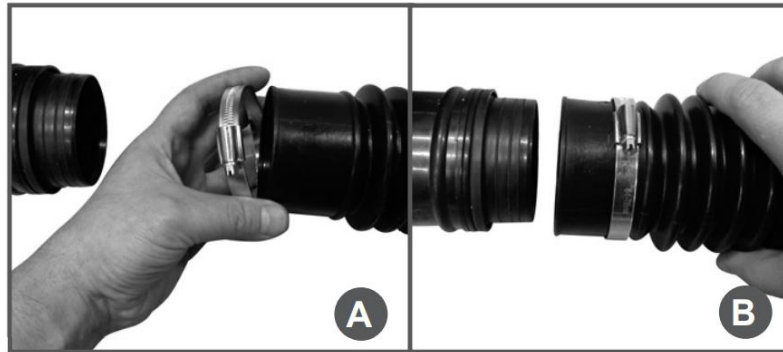
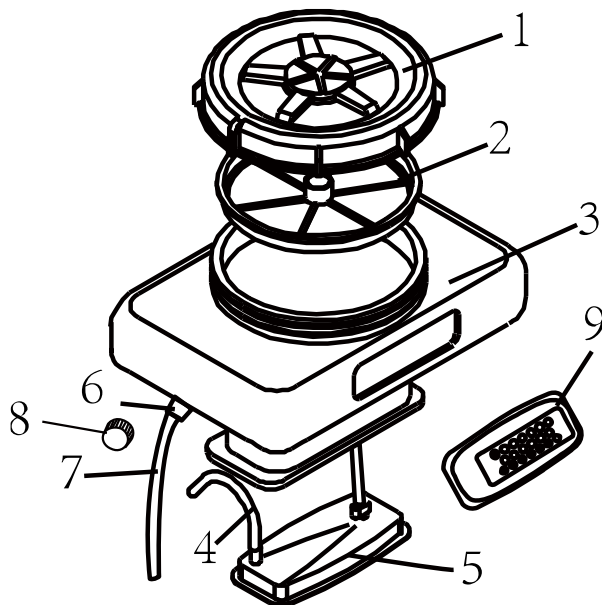

Рисунок 2 - Установка гибкой трубы
Рисунок 10 – Схема бака
**Шаг 7** – Демонтируйте всасывающий шланг насоса 10 (Рис.2). Для этого необходимо открутить соединительную гайку 1 (Рис. 10) и вытащить редуктор 2 со шлангом 3. Вместо шланга установите пробку.